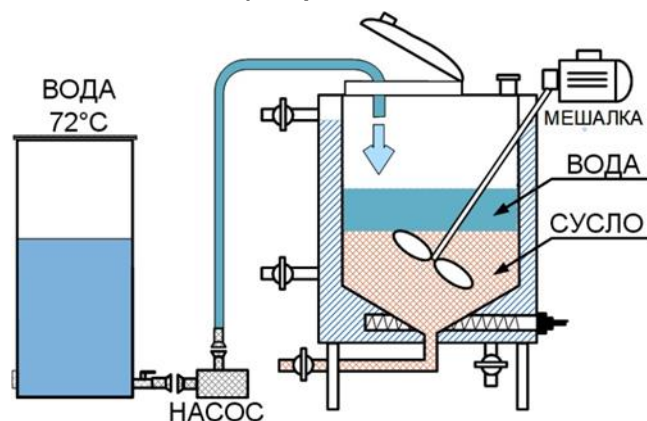

Рис.8. Заливаем промывочную воду. Пункт 5.13.
5.13. Залить в ПВК, воду, нагретую до 72 градусов, в объеме равном количеству солода умноженное на 2. (25 x 2 = 50 литров). Рис. 8.